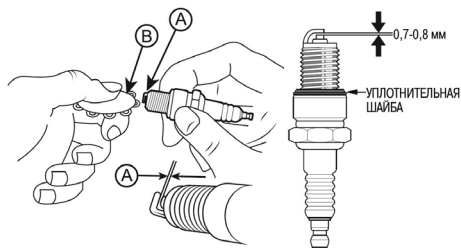

Рис. 42 Обслуживание свечи зажигания
1. Снимите со свечи зажигания колпачок высоковольтного провода и удалите грязь вокруг свечи зажигания (Рис. 42).
4. Измерьте зазор А между электродами свечи зажигания специальным шупом В. Зазор должен быть 0,7-0,8 мм (Рис. 42). При увеличении, или уменьшении требуемого зазора, ре-